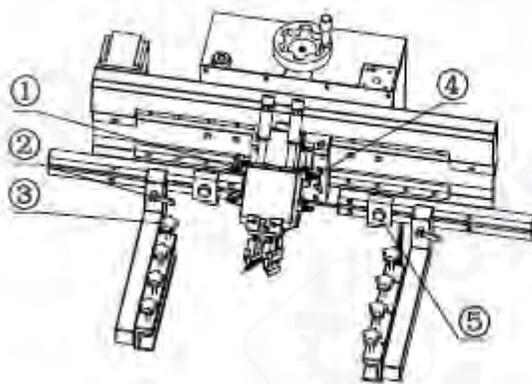

Рис. 4
(1) Ослабьте фиксирующий винт головки (①) и поверните головку на 45 градусов вверх, как показано на Рис. 4. Закрепите положение головки при помощи фиксатора.
(2) Ослабьте фиксирующую ручку кронштейна стальной сетки (②) и передвиньте левый и правый кронштейны так, чтобы они были симметричны по отношению к длине трафарета.
(3) Ослабьте винт фиксации ручки стальной сетки (③) последовательно.